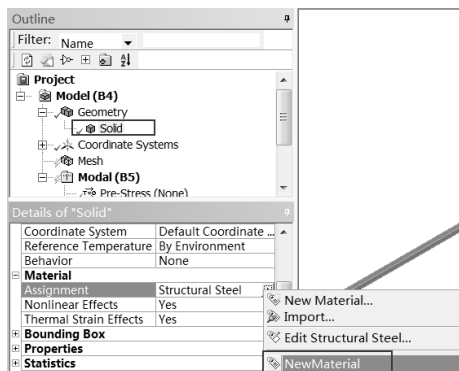

图 10-17 赋予材料属性
Step2：选择 Mechanical 界面左侧 Outline (分析树) 中的 Geometry Solid 命令，此时可在 Details of “Solid” (参数列表) 中设置材料属性，如图 10-17 所示，将新添加的材料 NewMaterial 赋给几何实体。